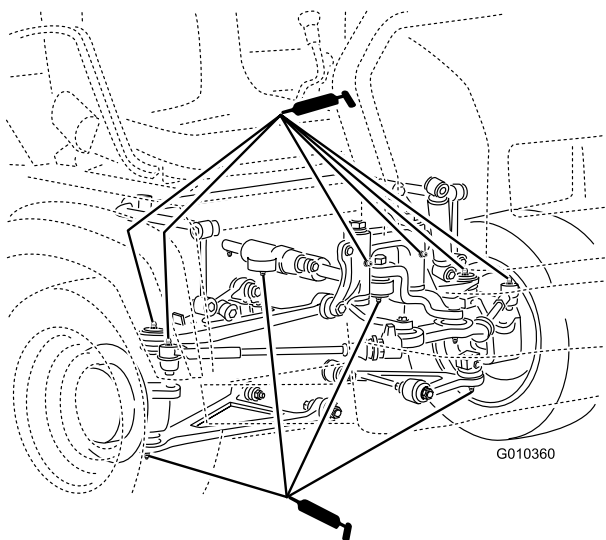

Figura 40
- Articulaciones esféricas (4), bielas (2), soportes de giro (2) y cilindros de dirección (2), según se muestra en Figura 40